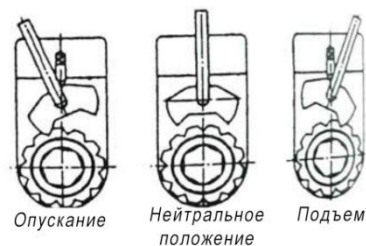

Рис. 7
- В) Ознакомьтесь с переключением храпового механизма по рис. 7.